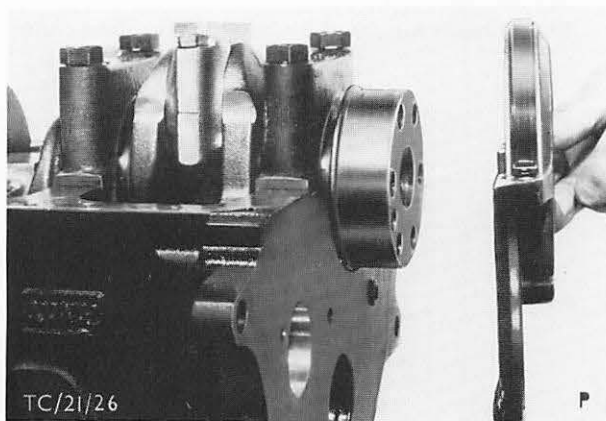

Abb. 46 Radial-Dichtringträger hinten abbauen
30. Radial-Dichtringträger hinten, Abb. 46, abbauen (4 Schrauben).